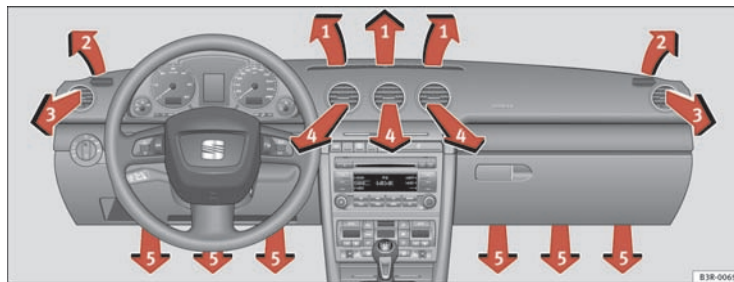

Fig. 143 Planche de bord : agencement des diffuseurs d'air
Les diffuseurs d'air ⇒ fig. 143 ③ et ④ fonctionnent comme suit :
Les trois touches permettent d'opérer les réglages énumérés ci-dessous. Les chiffres se rapportent aux diffuseurs d'air ⇒ page 177, fig. 143.
Le moteur de la soufflante est alimenté en courant solaire provenant du toit solaire, lorsque vous coupez le contact d'allumage. Veillez à ce que les diffuseurs 3 et 4 soient ouverts → page 177, fig. 143 afin d'obtenir une ventilation optimale.